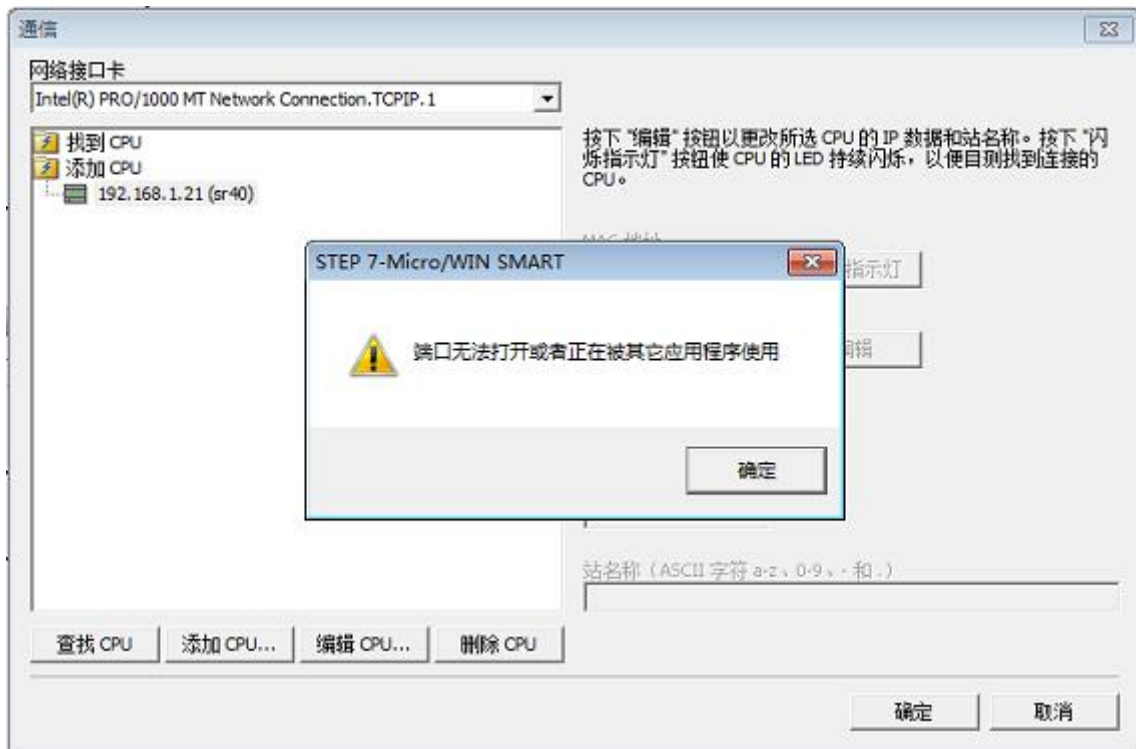

图 3. 端口无法打开
- 如果使用 STEP 7 Micro/WIN SMART 查找 CPU 无法找到或者可以找到 CPU，但是点击“确定”时出现以下对话框，如图 3，所示。